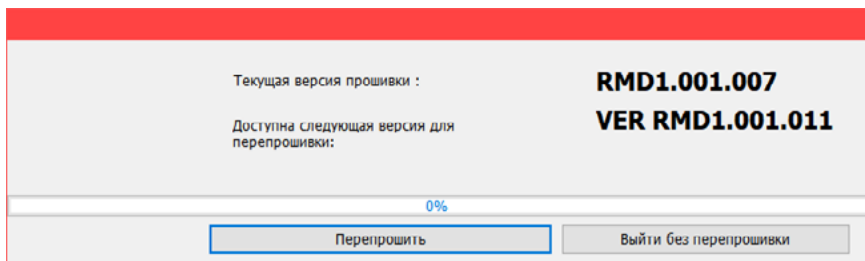

Рисунок 2. Доступные версии ФПО для обновления
- При успешном подключении к датчику в интерфейсе программы будет отображена **текущая версия ФПО датчика**, а также последняя доступная версия для текущего релиза. (рис. 2).